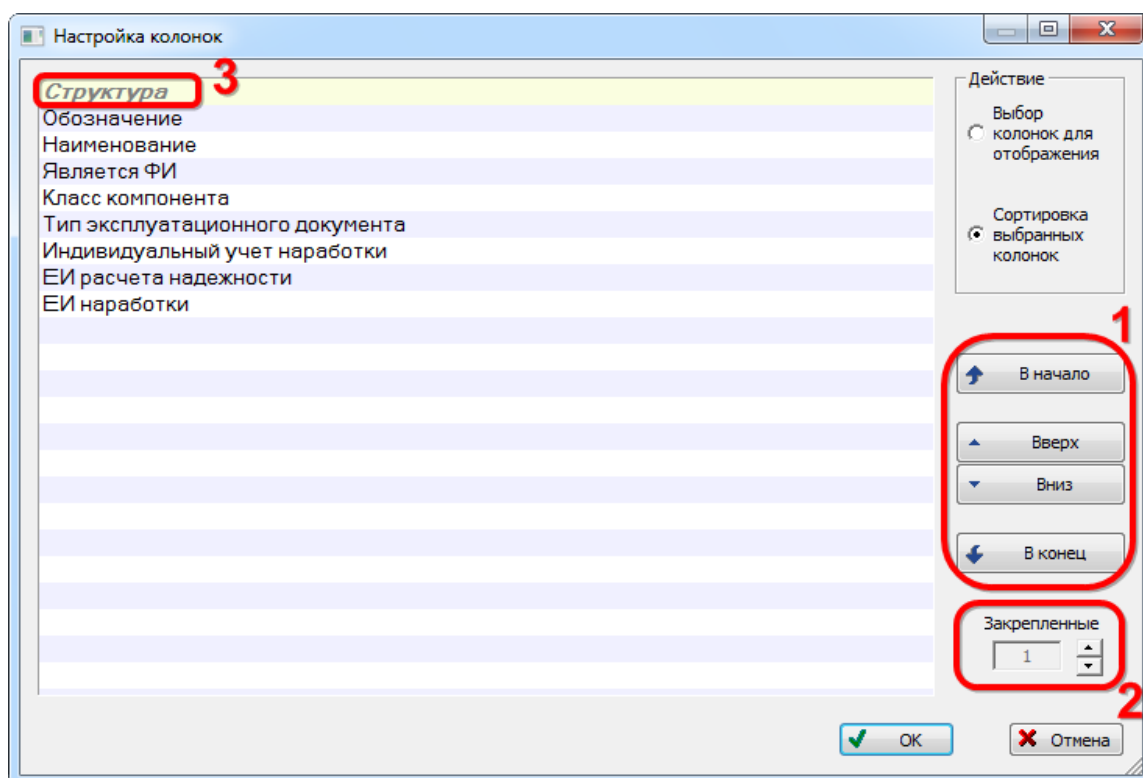

Рис. 5-19 – Окно «Настройка колонок» в режиме «Сортировка выбранных колонок»
б) Для изменения порядка отображения колонок в рабочем окне установить переключатель в блоке «Действие» в состояние «Сортировка выбранных колонок». Окно «Настройка колонок» изменит вид (рис. 5-19).
7) Для изменения порядка колонок³⁾ в таблице используются кнопки «В начало», «Вверх», «Вниз», «В конец» (1 на рис. 5-19). При этом можно выделить группу соседних колонок и целиком переместить ее в списке (для выделения нескольких колонок используется клавиши SHIFT и CTRL).
8) Для того чтобы зафиксировать на экране несколько первых колонок (исключить их из горизонтальной прокрутки), используется настройка «Закрепленные» (2 на рис. 5-19). Закрепленные колонки выделены в общем списке другим шрифтом (3 на рис. 5-19).